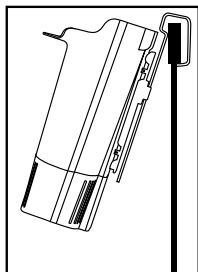

Fig. 2
2. Enclencher le filtre contre la paroi arrière du cadre de votre aquarium (Fig. 2). Si les dimensions du support ne conviennent pas, il faudra peut-être commander de nouvelles ventouses (pour commander, consulter la liste des pièces de remplacement sur le panneau arrière).